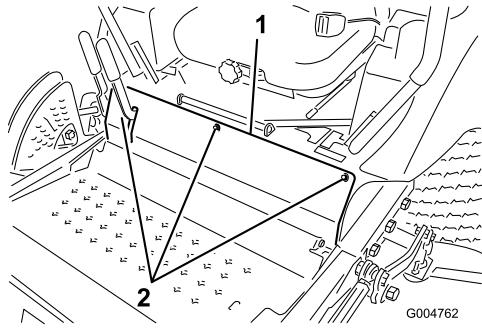

Bild 59
2. Nehmen Sie die Schrauben ab, mit denen die Frontplatte befestigt ist, und nehmen Sie sie ab (Bild 59).